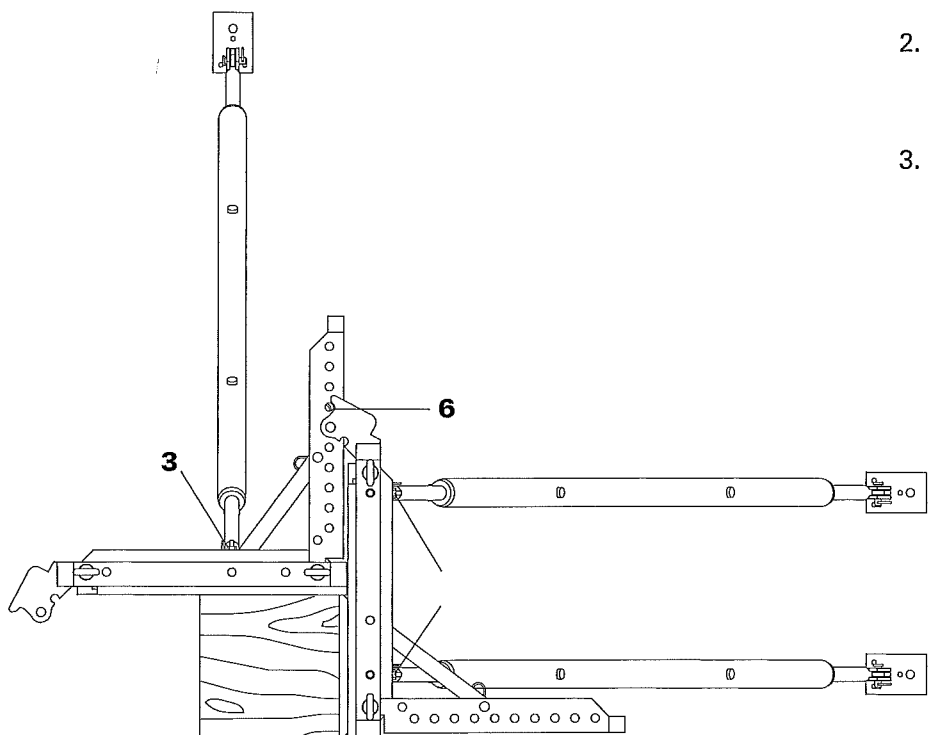

Fig. 11
3. Montare gli elementi a telaio III e IV formando in un'unica unità di cassaforma pilastro, con le modalità descritte in precedenza, ma senza montare i puntelli di stabilizzazione (fig. 11).